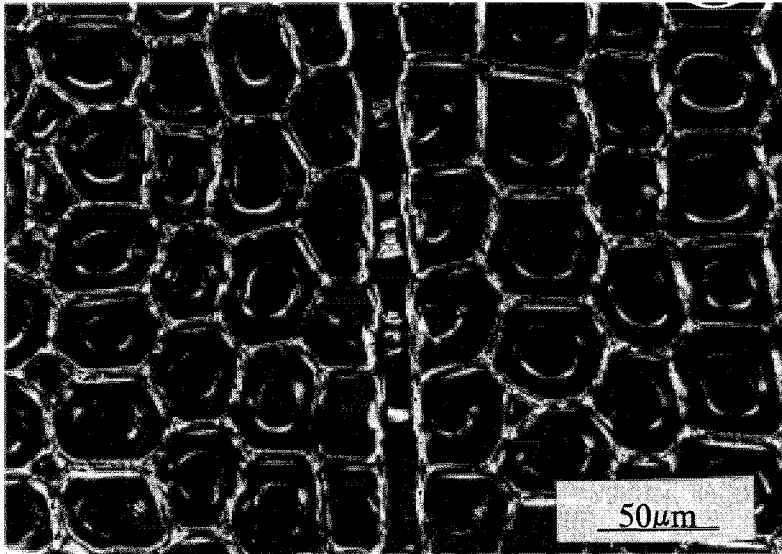

Bild F 10.1
7. Bild F 10.1 zeigt eine lichtmikroskopische Aufnahme eines Holzes im Querschliff. Erläutern Sie das Gefüge und bestimmen Sie die mittlere Zellgröße ($V = 320\times$)!